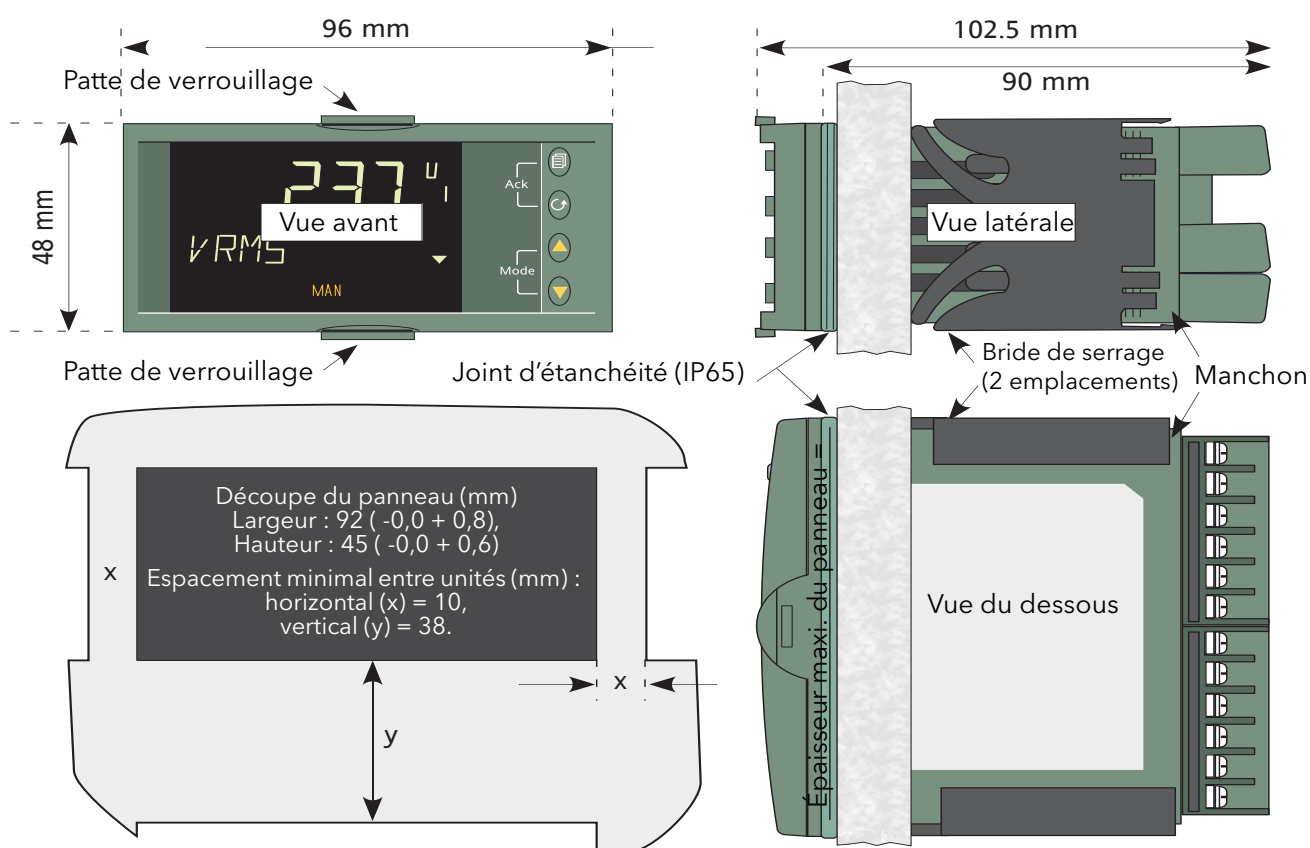

Figure A2 Schéma des dimensions d'installation
1. Une ouverture conforme aux dimensions indiquées dans la figure A2 doit être pratiquée dans le panneau.